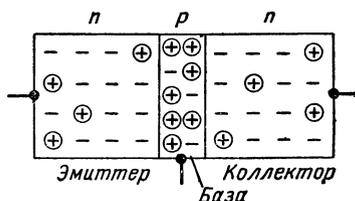

Рис. VI.110. *n-p-n* транзистор состоит из эмиттера *n*-типа, коллектора *n*-типа и базы *p*-типа.
**Плоскостной транзистор.** Плоскостные транзисторы содержат три слоя полупроводниковых материалов, образующих структуру, показанную на рис. VI.110. Такая трехслойная структура называется *n-p-n* переходом. Внешние слои представляют собой полупроводники *n*-типа, а средний — полупроводник *p*-типа. Средний слой *p*-типа называется базой. База имеет минимально возможную толщину, обычно меньше 0,025 мм. Слой материала *n*-типа с одной стороны базы называют эмиттером, а с другой стороны — коллектором. В соответствии с этим выводы транзистора называют выводами эмиттера, коллектора и базы.